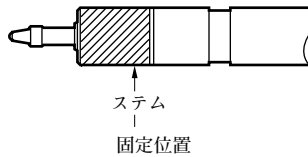

図1. 取付固定位置
- ・ 測長ユニットの取り付けは、図2のような寸法の取り付けホルダーをご使用の上システムを通常4 N・mを目安としてクランプしてください (図1)。なお、ステム部は焼入れ強化されておりますが、過度の締め付けを行った場合、内部のボール軸受けおよびスピンドルを傷つけ、スムーズな動きを損なう恐れがあります。他の形状の取り付けホルダーを使用する場合はご注意ください。また、直接ネジで押した固定は絶対に避けてください。